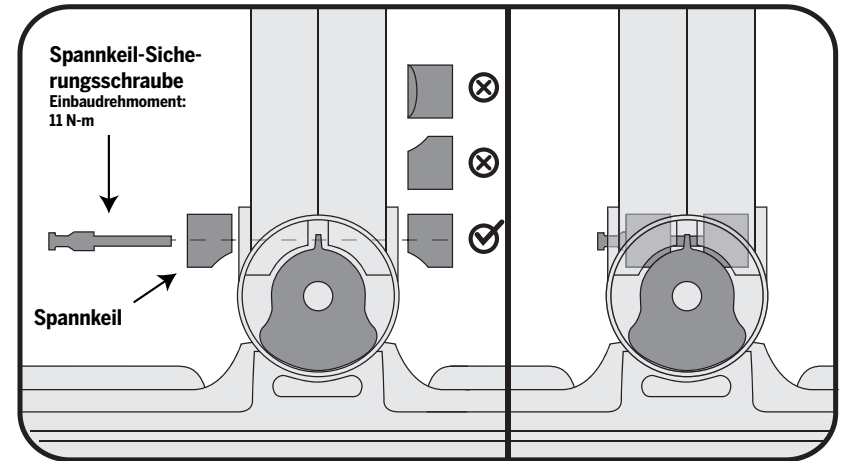

Abbildung 2. Sicherstellen, dass der Spannkeil mit der gekrümmten Seite nach unten eingebaut wird
5. Stellen Sie sicher, dass die Spannkeile richtig, d. h. mit der abgerundeten Seite nach unten, auf beiden Seiten des LeanSteer-Rahmensockels eingebaut sind. Jeder Spannkeil muss so eingebaut werden, dass er richtig auf der Drehnabe aufliegt. Beachten Sie Abbildung 2 und lesen Sie den Abschnitt mit den Warnungen zu Beginn dieses Dokuments.